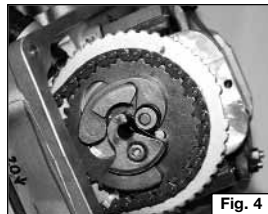

Fig. 4
- Togliere la molla di richiamo della massa , avendo cura che non cada nel basamento (**Fig. 4**).
- Remove the torsion spring being careful not to drop it into the crankcase (**Fig. 4**).
- Enlever le ressort de rappel de la masse en faisant attention de ce ressort ne tombe pas dans les carters (**Fig. 4**) .
- Montare la molla di richiamo (**Fig. 4**).
- Monter le ressort de rappel (**Fig. 4**) .